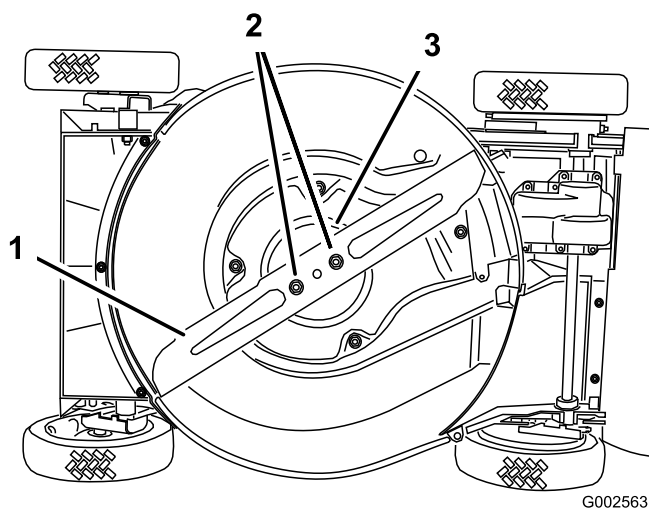

Figura 31
4. Vuelque el cortacésped hacia su lado **derecho** (Figura 31).
Sujete el extremo de la cuchilla usando un paño o un guante grueso. Retire las tuercas de la cuchilla, el protector de césped y la cuchilla (Figura 31).
5. Retire las 2 tuercas de la cuchilla, el protector de césped y la cuchilla (Figura 31).